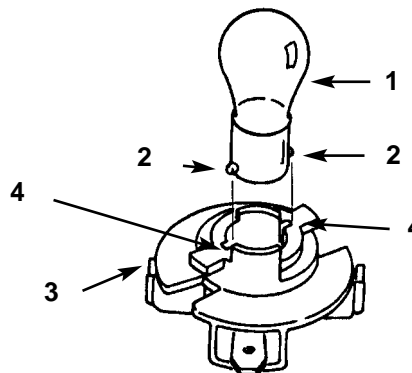

**Figure 17**
3. Tourner le porte-ampoule d'1/4 de tour dans le sens horaire et le déposer du réflecteur (Fig. 17).
2. Le porte-ampoule est muni de deux languettes (Fig. 17). Aligner les deux languettes avec les encoches du réflecteur, installer le porte-ampoule dans le réflecteur et lui donner 1/4 de tour dans le sens horaire jusqu'à ce qu'il s'arrête.